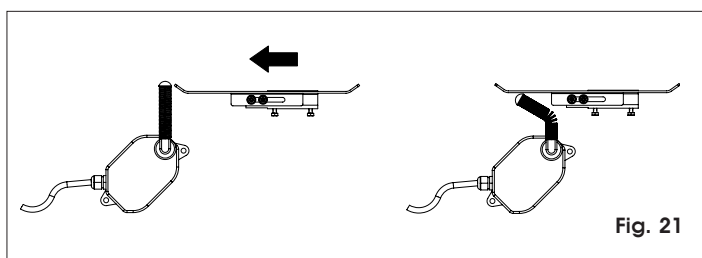

Fig. 21
- a) La plaquette doit activer le fin de course sur la partie profilée d'après la Fig.21.